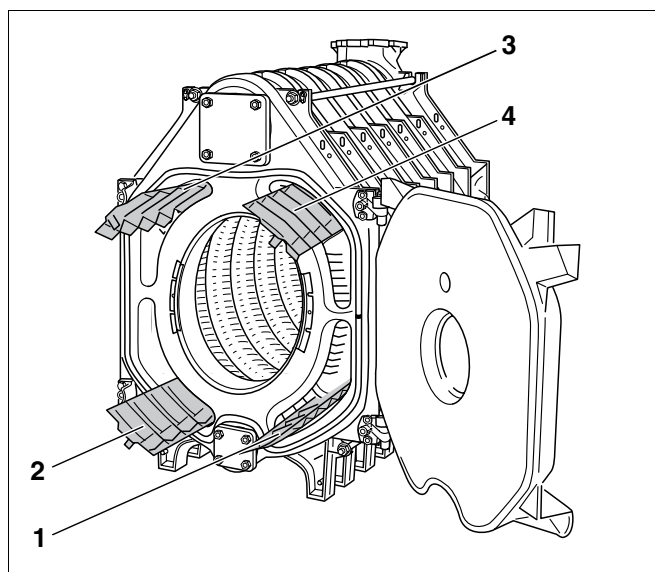

Рис. 34 Направляющие пластины дымовых газов
- Достать направляющие пластины дымовых газов из ящика с деталями котла и, в соответствии с литыми надписями, вложить в газоотводящие каналы (см. рис. 34 и нижеприведенную таблицу).